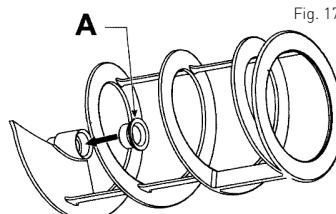

Fig. 17
- Contrôlez toujours l'état du joint d'étanchéité (A) - s'il est usé, remplacez-le (les joints sont fournis avec l'appareil).
- Remplacez l'écrou de la vis sans fin (A) au moins tous les 12 mois.
- Installez l'écrou de la vis sans fin (A) conformément aux instructions (Voir : Fig. 17).